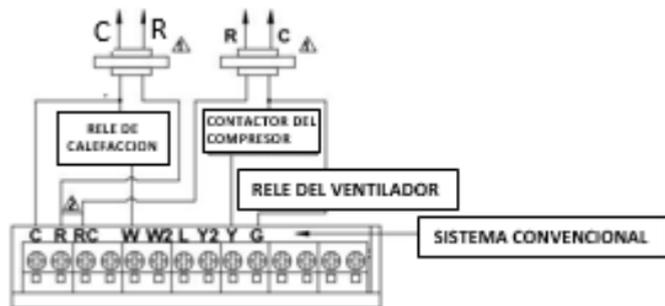

Fig.7 Inserción de los alambres en la regleta de terminales
1. Ver la Tabla 1 y la Fig. 6 para la descripción de la designación de los terminales en la regleta. Inserte los alambres en la regleta debajo de los tornillos aflojados. Ver Fig.7